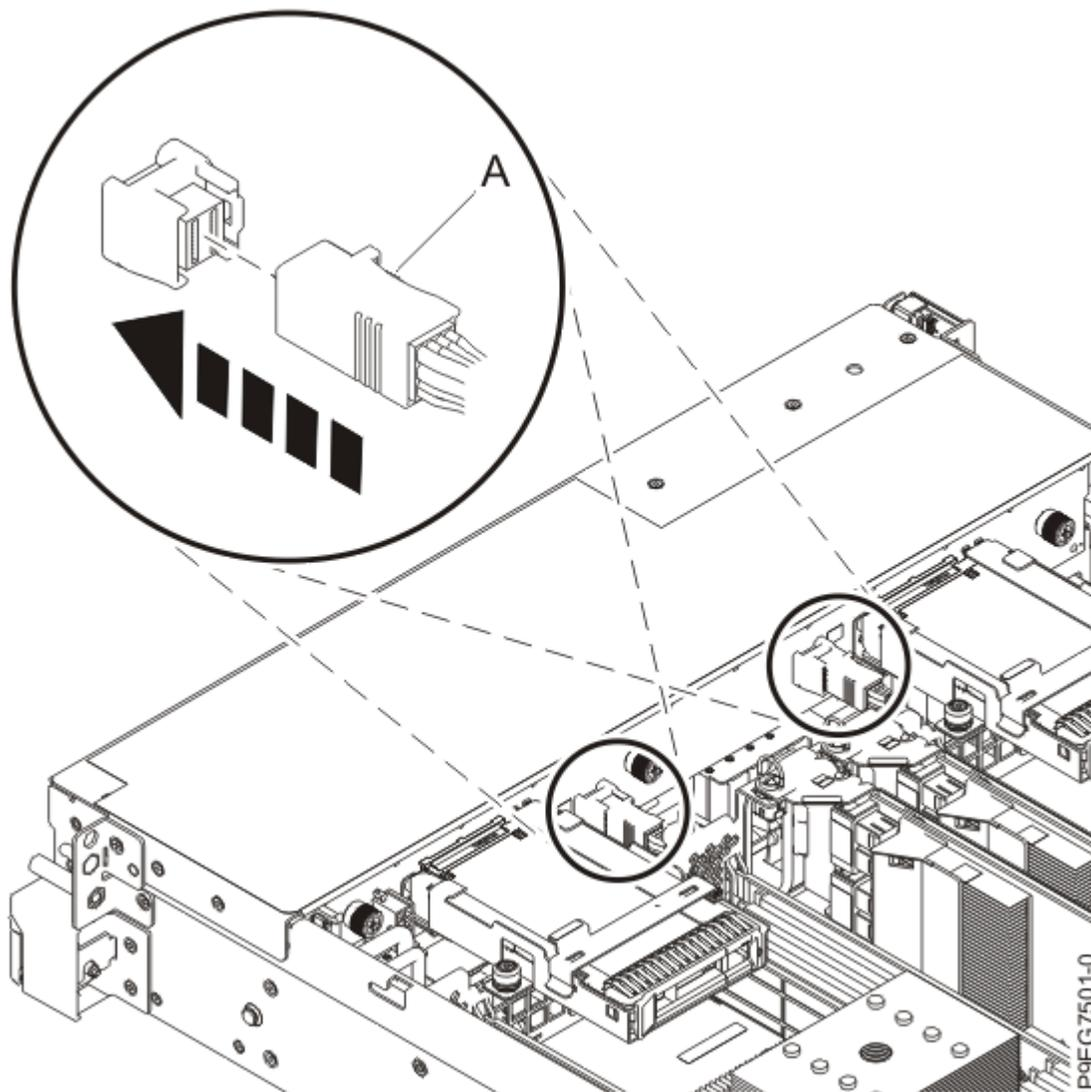

Abbildung 10. Vordere SAS-Kabel wieder anschließen
6. Schließen Sie die vorderen SAS-Kabel **(A)** mithilfe Ihrer Beschriftungen wieder an den Anschluss an der Plattenlaufwerk-Rückwandplatine an. Schieben Sie den Stecker ein, bis die Steckersperre einrastet. Siehe Abbildung 10 auf Seite 13.